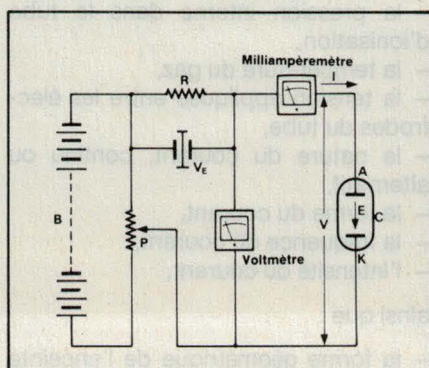

Fig. 4.
Comme on peut le voir à la figure 4, le gaz à électriser est enfermé dans une enceinte (C) en verre. Celle-ci possède en outre deux électrodes auxquelles on applique une différence de potentiel V. On peut faire varier le champ électrique E entre anode et ca-